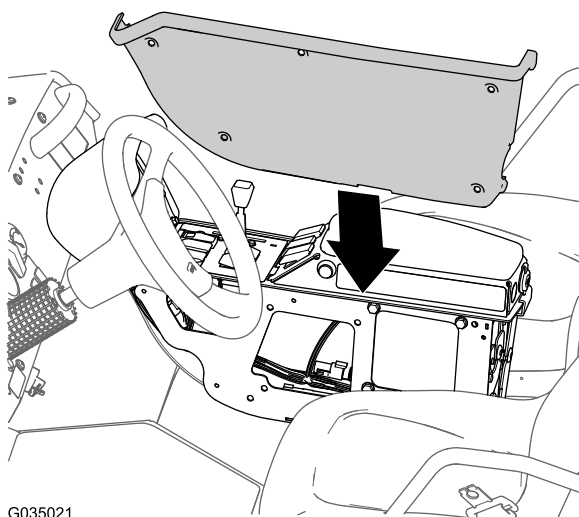

Figura 119
- Alinee la tapa que retiró en el paso 3 de Enrutado del arnés de cables del circuito de cierre de la bomba de fumigación \(página 55\) con el lado izquierdo de la consola central (Figura 119).